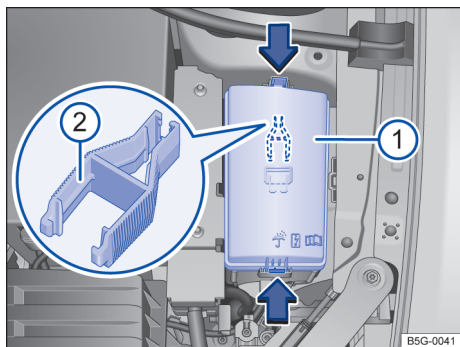

Fig. 200 No compartimento do motor: cobertura  da caixa de fusíveis com pinças de plástico .
- Para desbloquear a cobertura da caixa de fusíveis, pressione os botões de travamento no sentido indicado pelas setas → Fig. 200 .
No lado interno da cobertura da caixa de fusíveis do compartimento do motor, pode haver algumas pinças de plástico → Fig. 200  para extrair fusíveis.